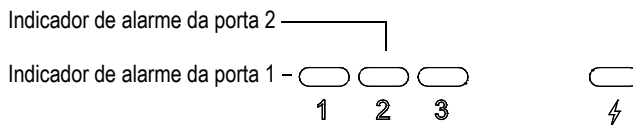

Figura 2-12 Luzes indicadoras de alarme das portas 1 e 2
- Um dos dois indicadores de alarme (LED) fica aceso na parte frontal do painel do EPOCH 600 (veja Figura 2-12 na página 43).